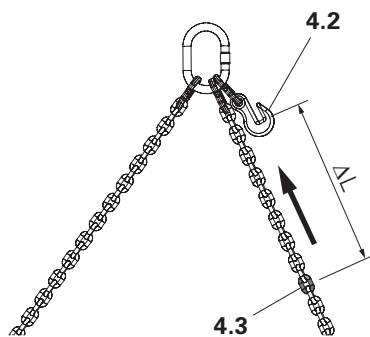

Fig. 17
2. Determinare la misura da accorciare ΔL sulla catena partendo dal gancio accorcia catena (4.2). (Fig. 17)